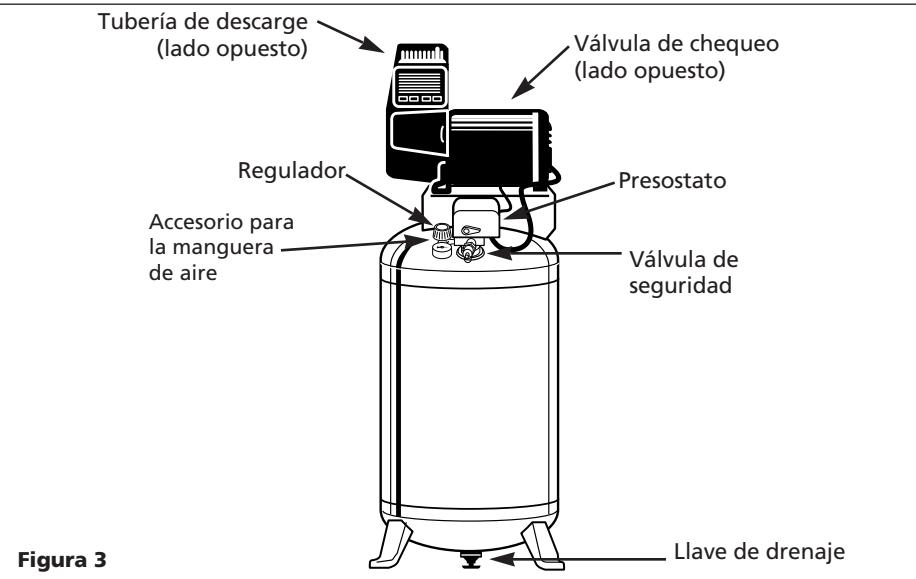

Figura 3
2. Coloque el cable en la base tal como se le indica en la Figura 3.